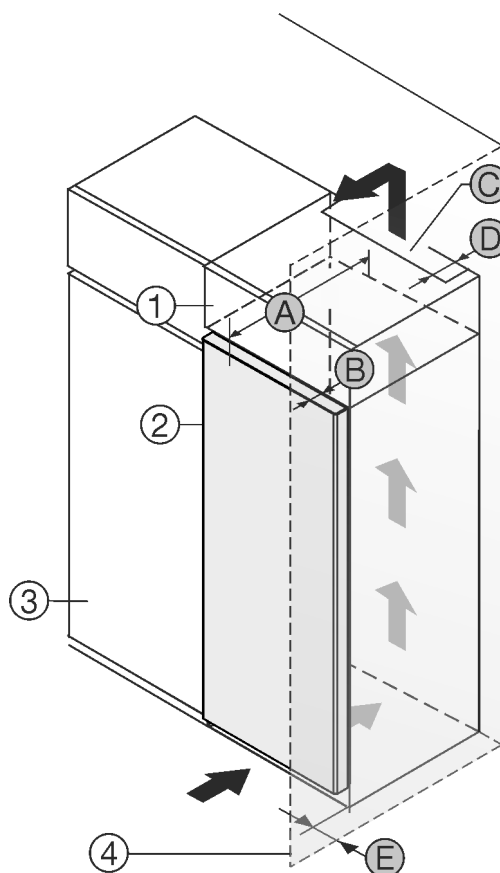

Fig. 1
- (1) Armadietto sovrapponibile
- (2) Apparecchiatura
- (3) Mobile da cucina
- (4) Parete
- (A) Profondità apparecchiatura
- (B) Profondità porta
- (C) Sezione di ventilazione
- (D) Distanza lato posteriore apparecchiatura
- (E) Distanza lato apparecchiatura
Non collocare l'apparecchiatura accanto al mobile da cucina Fig. 1 (3).
Sul lato posteriore dell'armadietto sovrapponibile deve essere presente un vano di scarico dell'aria con la profondità Fig. 1 (D) che attraversa l'intera larghezza dell'armadietto sovrapponibile.
Sotto al soffitto deve essere presente la sezione di ventilazione Fig. 1 (C).
Se l'apparecchiatura con cerniere viene installata accanto a una parete Fig. 1 (4), la distanza minima fra l'apparecchiatura e la parete deve essere almeno di 13 mm.
Se l'apparecchiatura con cerniere viene installata accanto a una parete Fig. 1 (4), la distanza minima fra l'apparecchiatura e la parete deve essere almeno di 20 mm.
Per poter aprire completamente le porte, l'apparecchiatura deve sporgere almeno della profondità della porta Fig. 1 (B) rispetto al frontale del mobile da cucina. L'apparecchiatura può sporgere ulteriormente a seconda della profondità dei mobili da cucina Fig. 1 (3) e dell'utilizzo di distanziatori a parete.